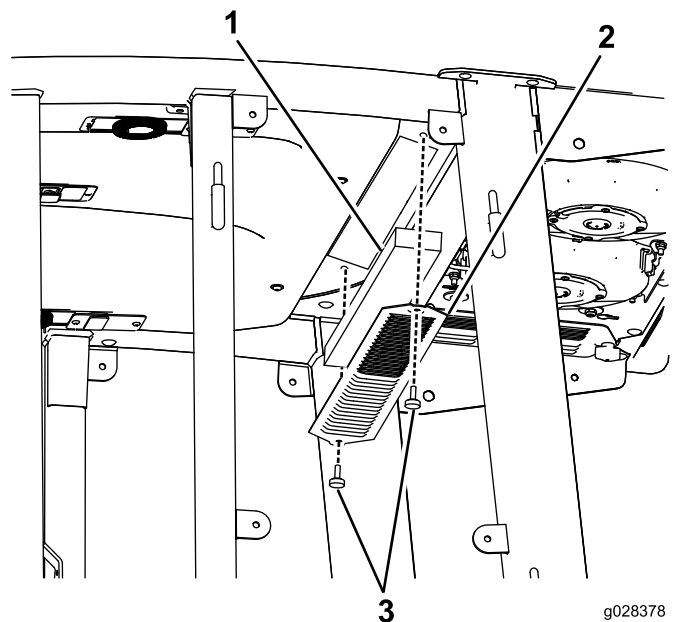
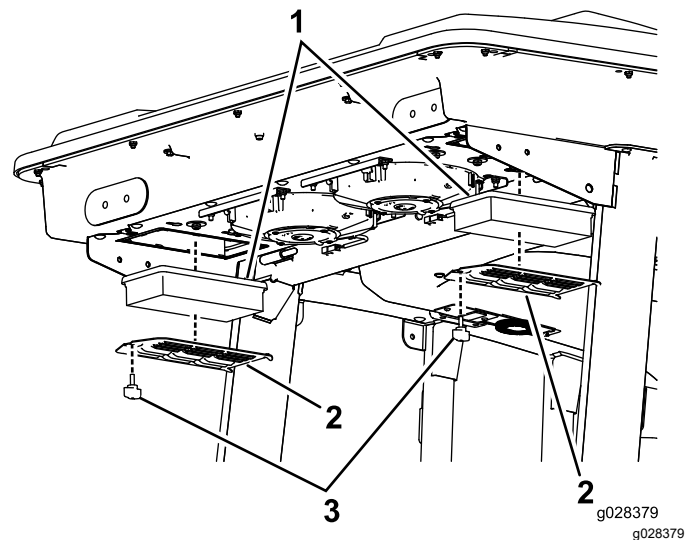
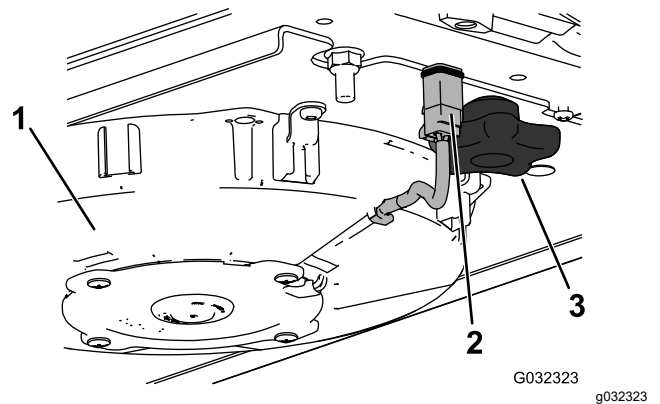
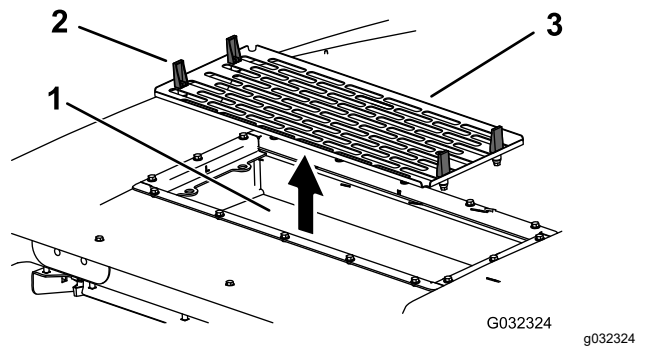

Figura 93
Figura 94
Figura 96
Figura 97
1. Retire los tornillos y las rejillas que cubren el filtro interior y el trasero de la cabina (**Figura 93** y **Figura 94**).
4. Retire los filtros de aire (consulte Figura 94).
6. Instale los filtros de aire, la rejilla y el conjunto del ventilador (Figura 94, Figura 96 y Figura 97).
7. Conecte el cable de cada ventilador (Figura 96).